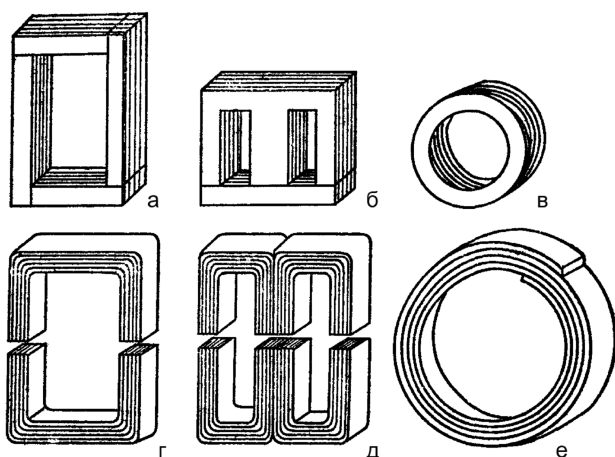

Рис.29
Для изготовления трансформаторов используются стальные сердечники нескольких типов. На **рис.29** показаны:
- **рис.29,а** – стержневой сердечник;
- **рис.29,б** – броневой сердечник;
- **рис.29,в** – тороидальный сердечник;
- **рис.29,г** – витой стержневой сердечник;
- **рис.29,д** – витой броневой сердечник;
- **рис.29,е** – витой тороидальный сердечник.